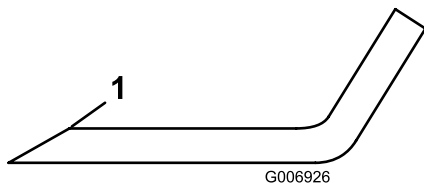

図 67
5. 全部のブレードの切っ先を丁寧に点検する。切っ先が鈍くなっていたり欠けていたりした場合には研磨する。研磨は刃先の上面だけに行い、刃の元々の角度を変えずに刃先を鋭利にする 図 67。
6. 刃先に摩耗や欠けがある場合には研磨するが、研磨は刃先の上面だけに行い、刃の元々の角度を変えないように十分注意する 図 67。